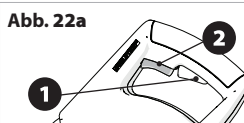

Abb. 22a + 22b
EINSCHALTEN & OFF (EU-Modelle) (Abb. 22a)
Um das Gerät, drücken Sie zuerst die Schutzauswurfaste **(1)** beginnen und dann drücken Sie den Ein- / Ausschalter **(2)** und halten Sie sie gedrückt. Zum Ausschalten der Maschine, lassen Sie den Ein- / Ausschalter **(2)**. **(Abb. 22a) Hinweis:** Aus Sicherheitsgründen kann **(2)** nicht gesperrt werden die Ein- / Aus-Schalter; Es muss während des gesamten Betriebs gedrückt bleibt. **(Fig. 22a)**
EINSCHALTEN & OFF (Kanada erhältliche Modelle) (Abb. 22a)
Um das Gerät, drücken Sie zuerst den Sperrknopf für den Ein- / Ausschalter (1) beginnen und dann drücken Sie den Ein- / Ausschalter (2) und halten Sie sie gedrückt. Zum Ausschalten der Maschine, lassen Sie den Ein- / Ausschalter (2). **(Abb. 22a) Hinweis:** Aus Sicherheitsgründen kann (2) nicht gesperrt werden die Ein- / Aus-Schalter; Es muss während des gesamten Betriebs gedrückt bleibt. **(Fig. 22a)**